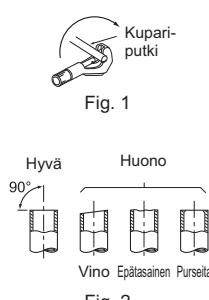

Fig. 2
- Jos sisäyksikön mukana toimitettu poistoletku on liian lyhyt, siihin voidaan liittää asenuspalkka jatkoletku (I) (Fig. 2).
- Irrota sisäyksikössä takana vasemmalla oleva poistoletku (Fig. 2).